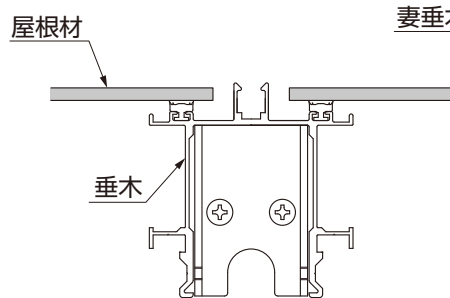

図9-6
- 屋根材は、のみこみが左右均等になるようにしてください。(図9-6参照)
(2) 垂木カバーの取付け
①垂木カバーを垂木掛けに差込み【1-12】で取付けてください。